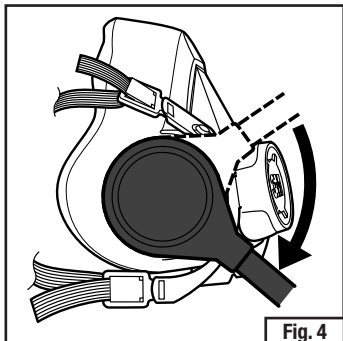

Fig. 4
2. Tourner de un quart de tour les deux extrémités du tuyau de respiration dans le sens des aiguilles d'une montre jusqu'à ce qu'elles s'enclenchent fermement dans les raccords de verrouillage et ne puissent plus tourner. Ne pas exercer trop de force en tournant, car cela risque d'endommager le dispositif de verrouillage à baïonnette (Fig. 4 et 5).